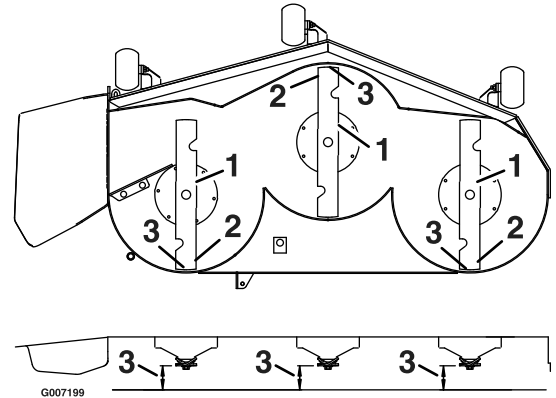

Figura 59
3. Gire cuidadosamente las cuchillas colocándolas en el sentido de avance de la máquina (Figura 59).
4. Mida entre la punta de la cuchilla delantera y la superficie plana y entre la punta de la cuchilla trasera y la superficie plana (Figura 59). Si la punta de la cuchilla delantera no está entre 1,6 y 7,9 mm (1/16 y 5/16 pulg.) más baja que la punta de la cuchilla trasera, vaya al procedimiento Nivelación de la plataforma de corte.